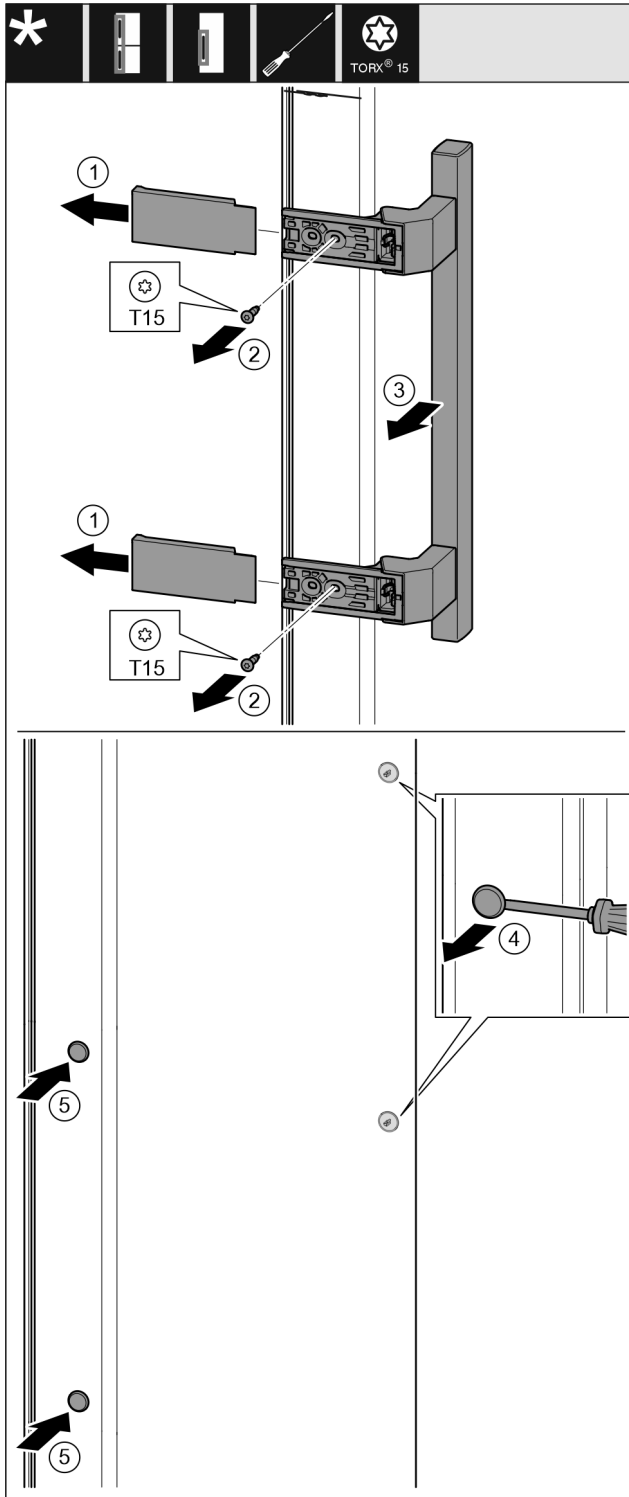

Fig. 13
- ▶ Hiqni kapakun mbulues. Fig. 13 (1)
- ▶ Nxirrni jashtë vidat me një kaçavidë T15. Fig. 13 (2)
- ▶ Hiqni dorezën. Fig. 13 (3)
- ▶ Ngrini lart me kujdes tapat anësore me një kaçavidë me kokë petë dhe nxirrini jashtë. Fig. 13 (4)
- ▶ Vendosni sërish tapat në anën tjetër. Fig. 13 (5)